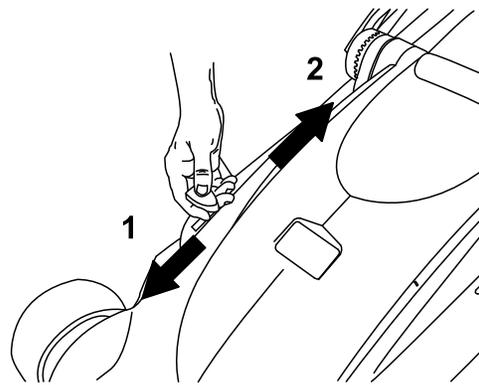

Figure 21
3. Placez le levier de recyclage/ramassage en mode ramassage (Figure 21).
Remarque: Pour passer du mode ramassage au mode recyclage, placez le levier de sélection en position recyclage (Figure 21) et enlevez le bac à herbe.